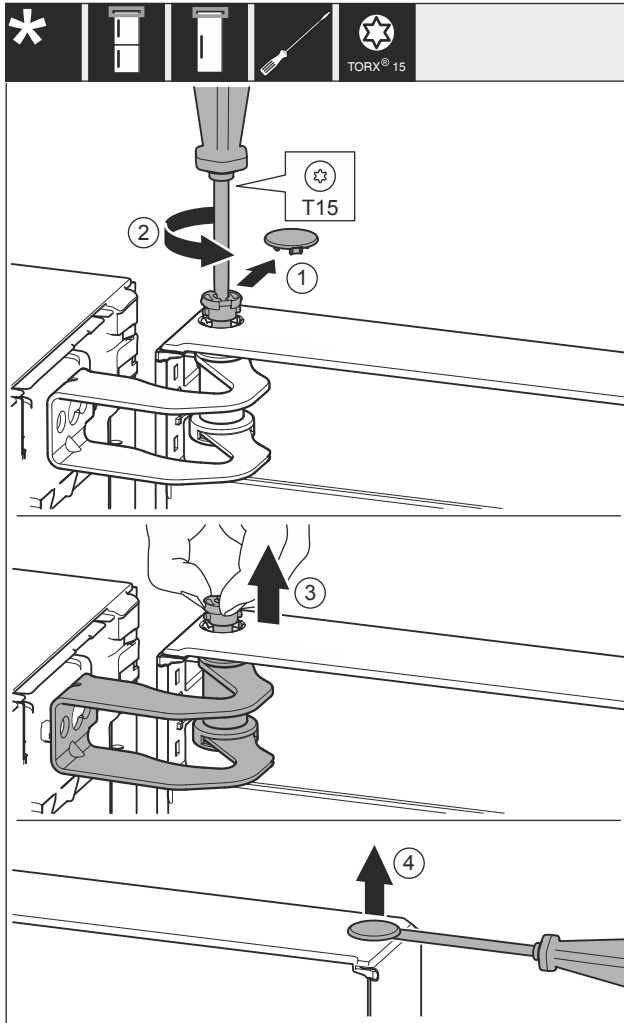

Fig. 9
- ▶ Afdekking Fig. 9 (1) voorzichtig wegnemen.
- ▶ Bouten Fig. 9 (2) met een schroevendraaier iets losdraaien.
- ▶ Bouten Fig. 9 (3) met de vingers er uit trekken.
- ▶ Afdekking Fig. 9 (4) voorzichtig met een schroevendraaier optillen en verwijderen.